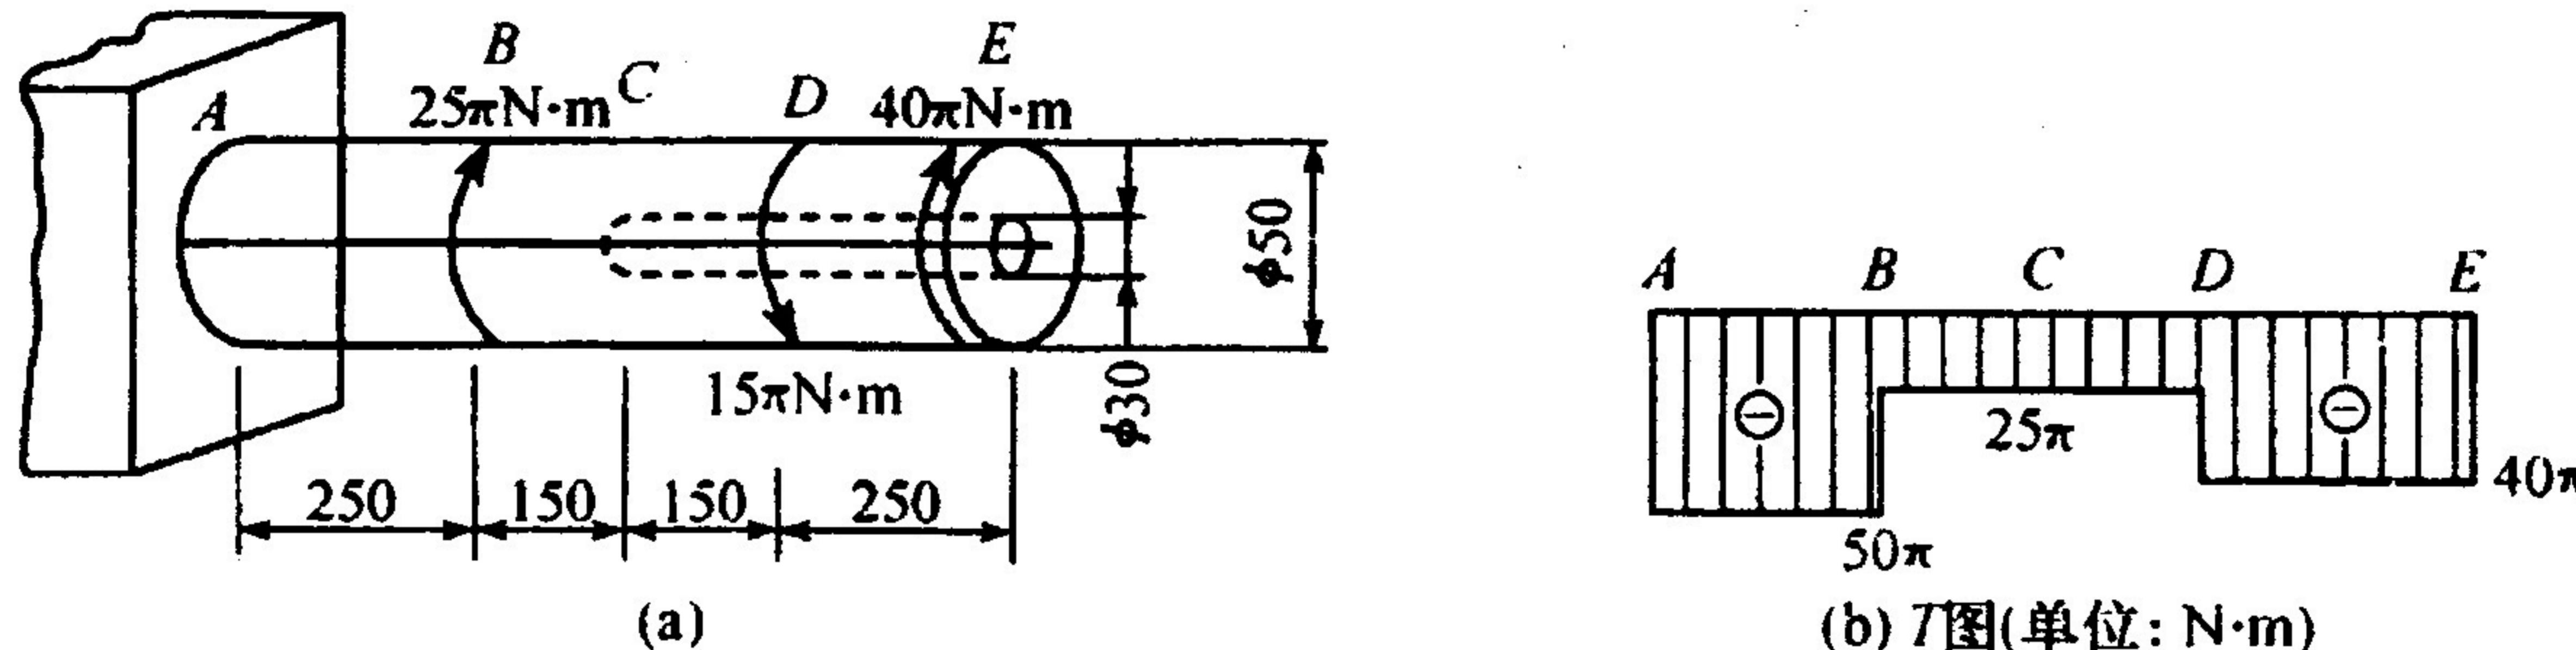

图 7.9
1. 确定图 7.9 所示圆轴的最大切应力, 并求轴两端面的相对转角(以度表示)。已知 $G = 84 \text{ GPa}$ 。
- (1) 作圆轴扭矩图如图 7.9(b) 所示。
- (2) 计算取大切应力。可能危险截面为左、右两段, 分别计算如下: